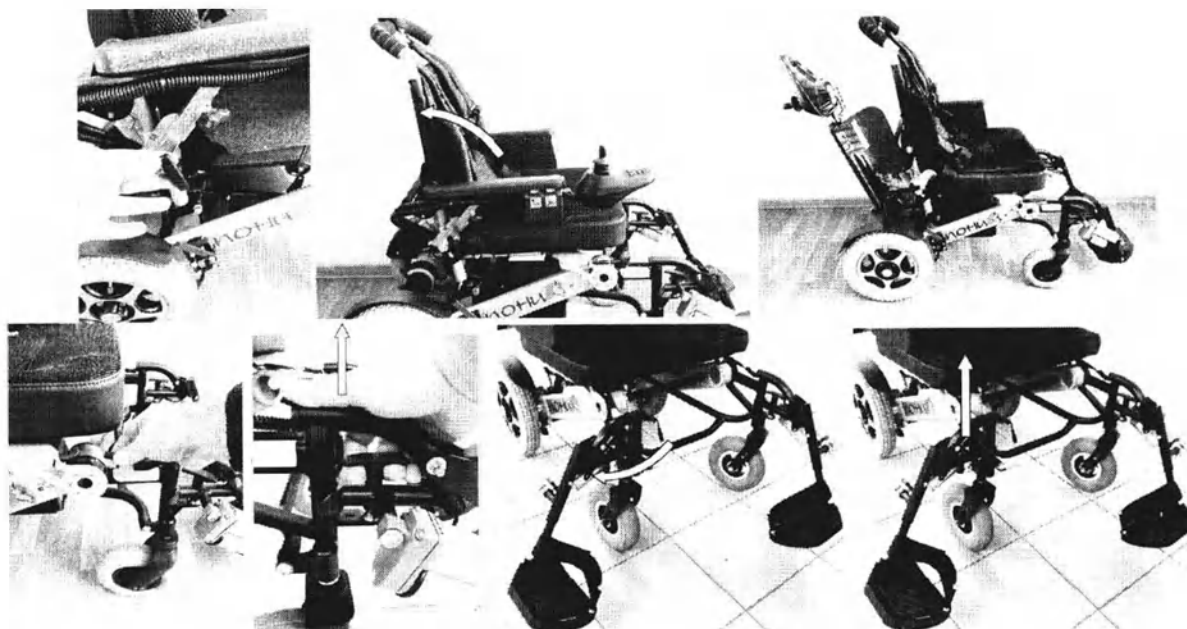
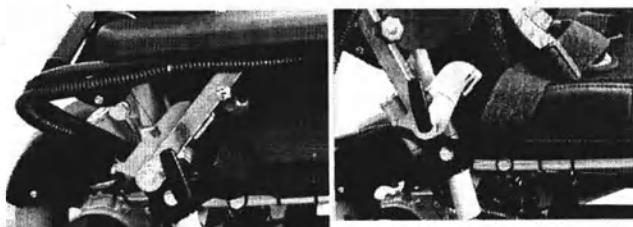
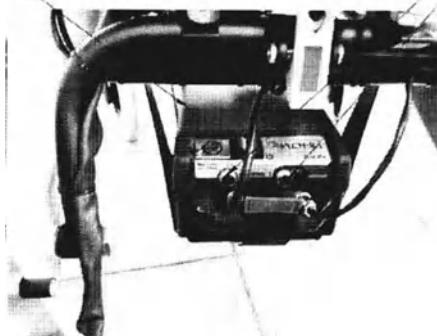

Рис. 2.3
Рис. 4.2
Рис. 11
- поднять подлокотник вверх в транспортировочное положение (Рис.4.2) потянув в сторону фиксатор (Рис.2.3).
- **поднять подлокотник вверх в транспортировочное положение (Рис.4.2) потянув в сторону фиксатор (Рис.2.3).**
1. при раскладывании следите чтобы подлокотники были в транспортировочном положении (Рис. 4.2)
Перед тем как сложить электроколяску для транспортировки на автомобиле необходимо разъединить разъемы (Рис.11) подсоединения системы управления к аккумуляторной батарее. Для этого необходимо открутить фиксирующее кольцо и потянуть разъем штекера на себя. Перевести подлокотники в транспортировочное положение (Рис.4.2)
Для подключения системы управления к аккумуляторной батарее необходимо соединить разъемы (Рис.11) соблюдая правильность соединения (совмещая направляющие выступы в разъемах) и закрутить фиксирующее кольцо до упора.
(Перед началом движения убедитесь, что разъемы (Рис.11) соединен. Если разъемы разъединены то соедините их совмещая направляющие выступы в корпусах разъема и затем закрутите до упора фиксирующее кольцо).